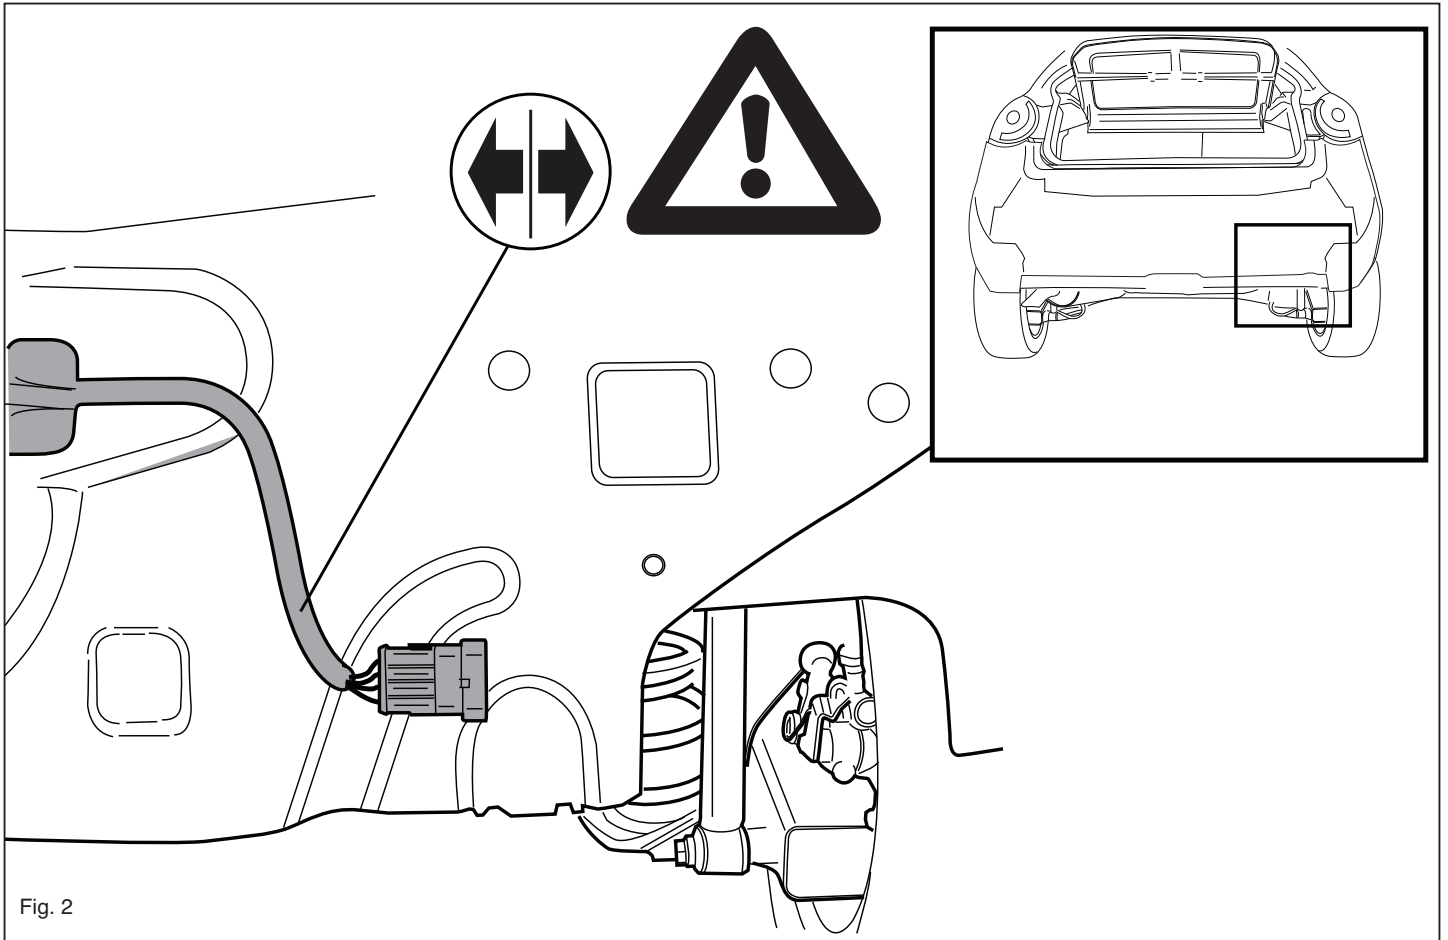

Fig. 2
2. Отъединить провода от освещения номерного знака. (См. рисунок 2).